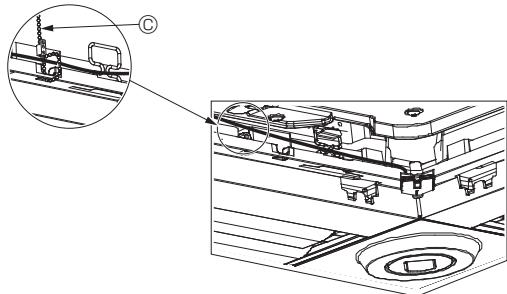

Fig. 5-13
- Segure os fios do i-See sensor e do recetor de sinais no painel com a presilha tal como exibido no diagrama de modo a que não existam folgas e, em seguida, corte o excesso da presilha. (Fig. 5-13)
- Se a posição do i-See sensor tiver sido alterada da posição “○” (E) para a posição “□” (F), altere as definições do interruptor. (Consulte a página 129.)